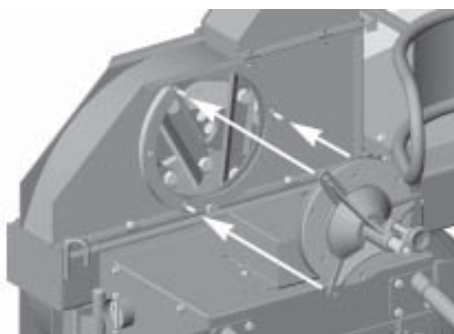

fig.65
2. Encaixe o Afiador nos três parafusos e empurre-o até que o rebolo encoste nas facas (fig.65).